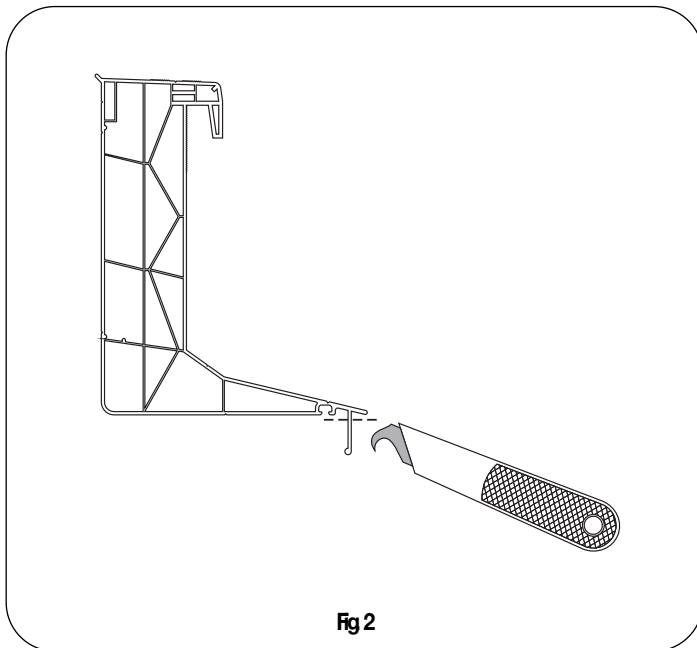

Fig 2
- Should you wish to fix the PVCu curb 16/00 directly on the roof, please take away the lip at the bottom of the curb with a special bracket cutter (see fig. 2).
- Wenn Sie den PVC Aufsatzkranz 16/00 direkt aufs Dach montieren möchten, können Sie die Lippe unten am Aufsatzkranz mit einem speziellen Hakenmesser entfernen (siehe Bild 2).